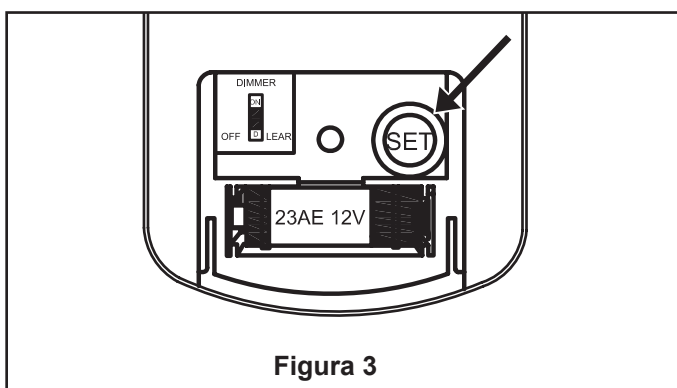

Figura 3
3. Siga los pasos que se muestran a continuación para ajustar el control remoto: (Figura 3)
- ☐ 3. Apretar los dos tornillos de la cubierta del motor de acoplamiento. (Figura 3)